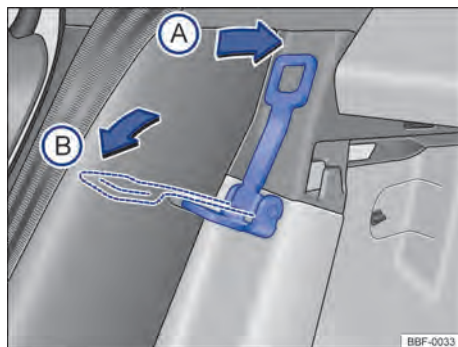

Fig. 64 Atrás del asiento trasero: palanca para regular la inclinación del respaldo
- **Posición (A):** colocar la palanca → fig. 64 en el sentido de la flecha (A), para volver el respaldo del asiento a su posición original.
- **Posición (B):** poner la palanca → fig. 64 en la dirección de la flecha (B), para ampliar el maletero.
Volkswagen recomienda no montar el asiento para niños en el asiento trasero en la posición (B) → fig. 64.